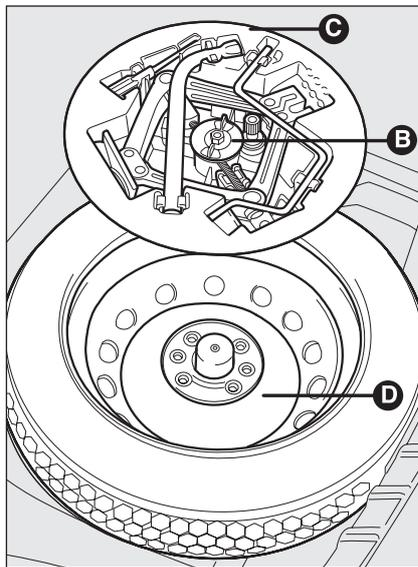

fig. 3
- svitare il dispositivo di bloccaggio **B-fig. 3**;
- ❑ sistemare il ruotino di scorta **D-fig. 3** nell'apposito vano ricavato nel bagagliaio;